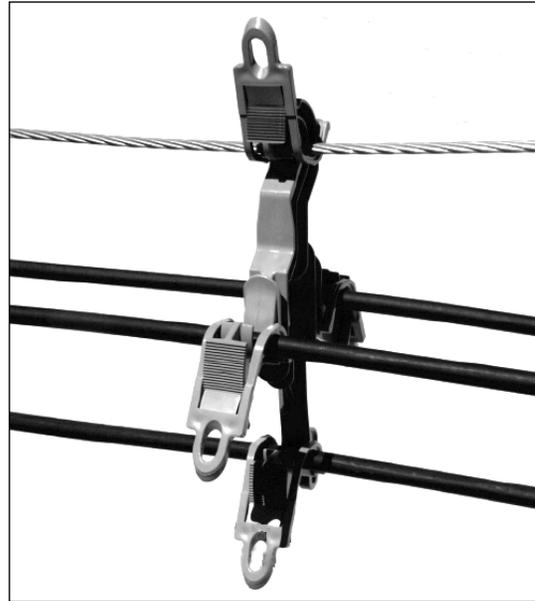

Figura 4
4.00 Espaçador totalmente instalado. (Figura 4)